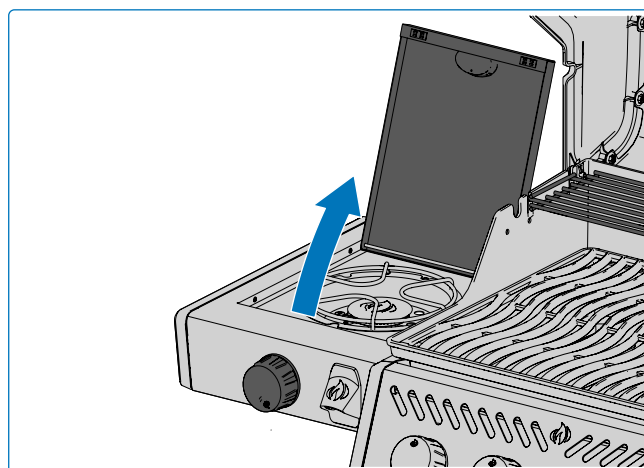

Fig. 9
1. Åbn brænderlåget (**Fig. 9**).